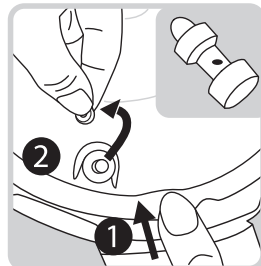

Figura 6
- Para retirar la válvula de flotación y limpiarla, comience quitando con cuidado el sello sobre ella desde el interior de la tapa y luego quite la válvula. Déjela secar por completo antes de colocarla nuevamente en la multicocina y volver a poner el sello. (Vea la Figura 6)